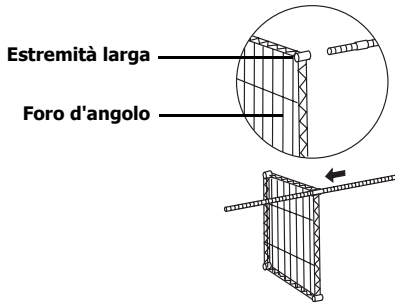

Fig. 2
4. Mantenendo la mensola per un lato, fare scivolare l'asta attraverso uno dei fori d'angolo [Fig. 2].